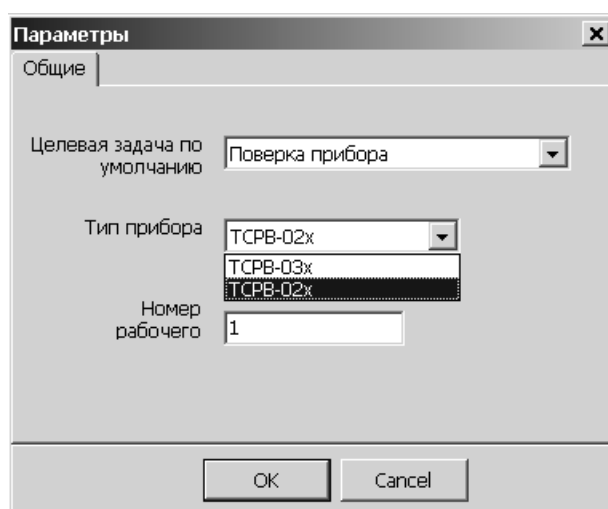

Рис. 7. Вид окна «Параметры».
- в появившемся окне **Параметры** (рис.7) выбрать из списка требуемый тип прибора и нажать кнопку **ОК**.